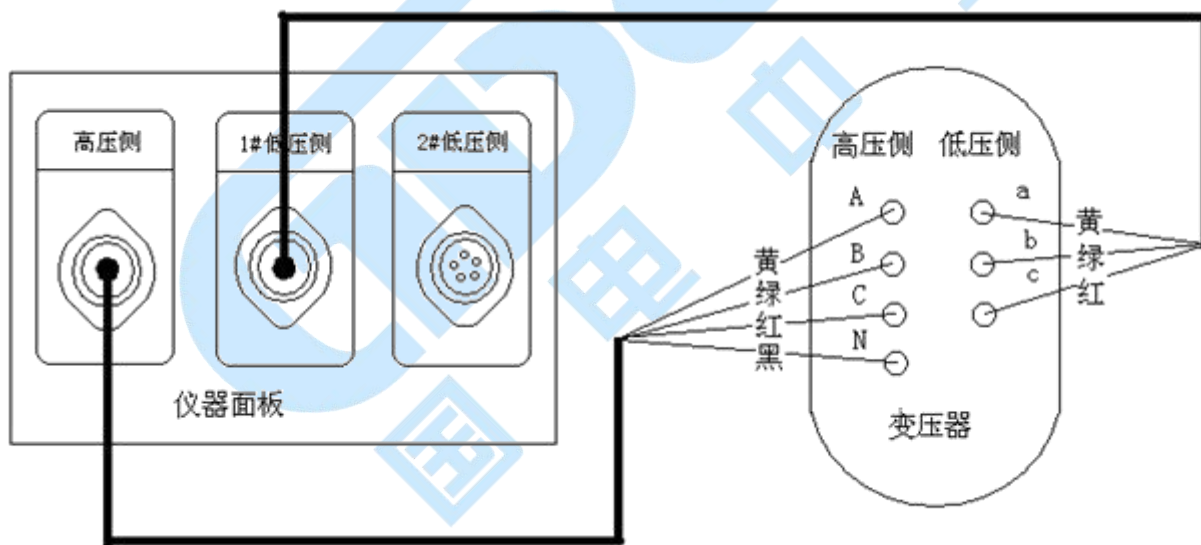

图 21 Z 型变的测试接线
3. 测量 Z 型变压器时，仪器高压侧的黄、绿、红、黑四根线分别接变压器高压侧的 A、B、C、N，仪器 1#低压侧的黄、绿、红三根线分别接变压器低压侧的 a、b、c，接线正确方可测试。接线图如图 21 所示：